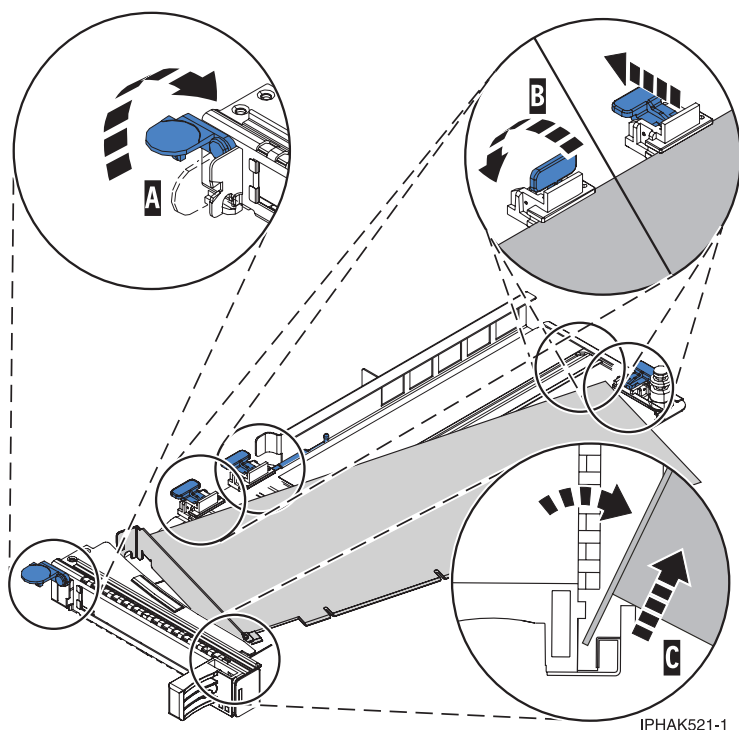

Figure 139. Retrait de la carte de la cassette de cartes PCI
- a. Déverrouillez les crochets de retenue de la carte en faisant tourner l'étrier de retenue (**A**) pour le mettre en position horizontale. Voir figure 139, à la page 168.